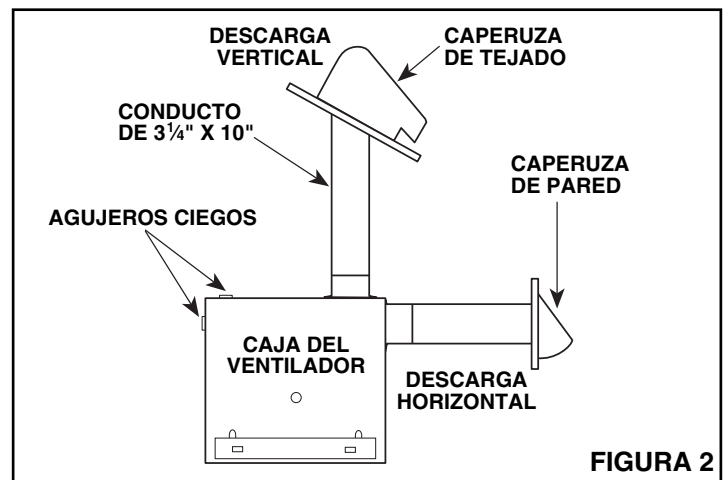
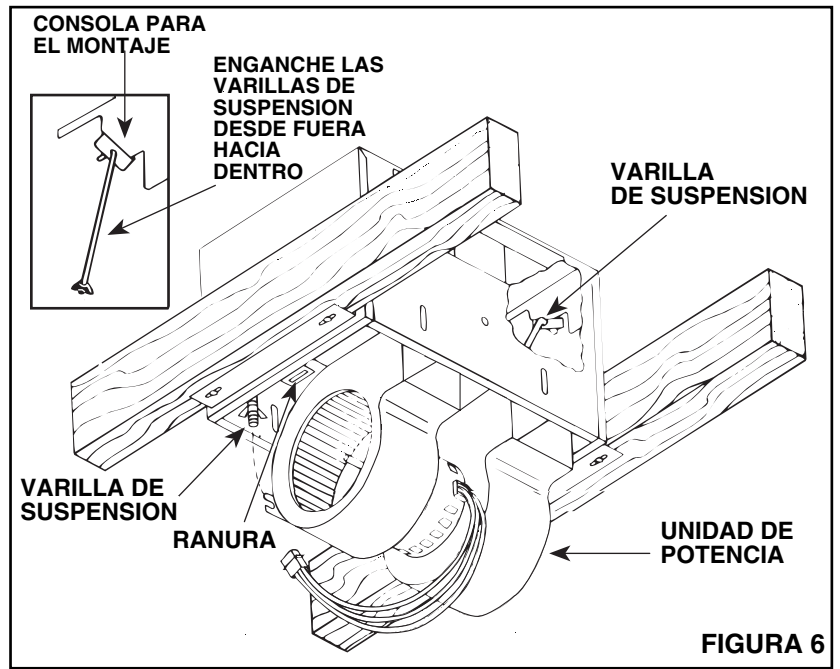

FIGURA 2
FIGURA 6
- Refiérase a la Figura 2.** En esta unidad el conducto se puede colocar para descarga vertical u horizontal. Determine el método de descarga que se utilizará.
3. **Refiérase a la Figura 2** y a las instrucciones para el montaje incluidas con las caperuzas. Instale el conducto estándar de 3¼" x 10" desde la sección del regulador de tiro hasta la pared exterior o a través del tejado y monte la caperuza de pared o tejado (opcional).
1. **Refiérase a la Figura 6.** La unidad de potencia se monta con dos varillas de suspensión en la consola de montaje. Inserte las varillas de suspensión a través de los agujeros de la consola de montaje.
CABLEADO Y CONDUCTO – Refiérase a la **Figura 6 para el cableado y a la Figura 2 para el conducto.**